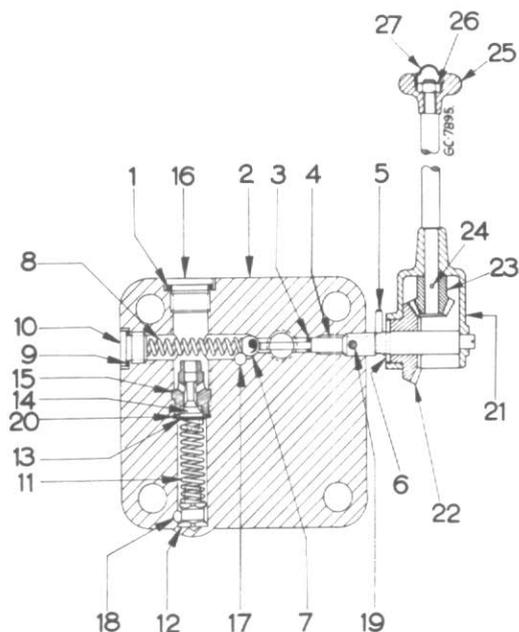
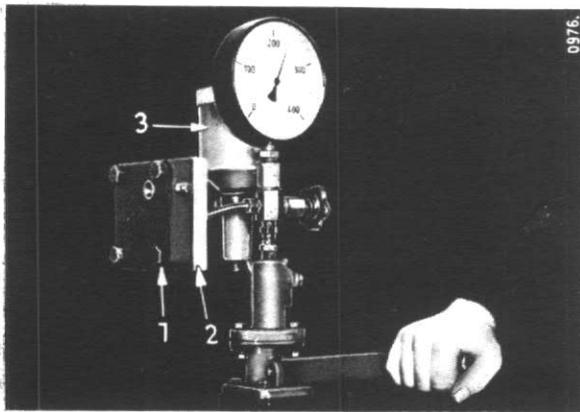

Fig. 43
Fig. 45
Longueur libre du ressort du robinet ralentisseur (8, Fig. 43)	60 mm
seur (4-8, Fig. 43) de la culasse du vérin. Le robinet ralenti-
(19, Fig. 43) destinée à maintenir le robinet ralen-
Effectuez le montage de toutes les pièces en prenant la vue en coupe figure 43 comme guide. Vissez le siège (15) à fond et bloquez-le. La pression d'ouverture ne se règle pas sur ce siège de clapet.
Pour vérifier la pression d'ouverture du clapet de chocs, il est indispensable de disposer de la pompe d'essai représentée en Fig. 45. Scellez la culasse à l'aide de la plaque d'adaptation (2). Ouvrez le robinet ralentisseur pour laisser l'air s'échapper et refermez-le dès que l'huile commence à s'écouler. Si la pression d'ouverture est trop basse, ajoutez une cale supplémentaire (13, Fig. 43).